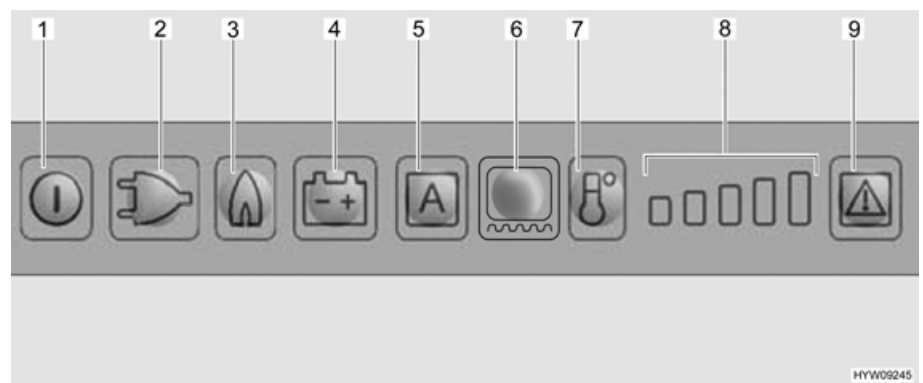

Fig. 184 Quadro comandi LED (frigorifero Dometic)
Selezionando il funzionamento a gas, il dispositivo di sicurezza si apre automaticamente, così che il gas possa fluire al bruciatore. Contemporaneamente si inserisce l'accenditore elettronico. Se la fiamma del gas si spegne, ad es. a causa di un colpo di vento, l'accenditore viene subito azionato riaccendendo il gas. In caso di guasto del funzionamento a gas, i tasti luminosi relativi a gas (Fig. 184,3) e guasto (Fig. 184,9) lampeggiano e viene emesso un segnale acustico per 20 secondi.
- Premere il tasto On/Off (Fig. 184,1) per circa 2 secondi. Il frigorifero si accende e viene visualizzato l'ultimo modalità di funzionamento selezionata.
- Premere il tasto luminoso per il tipo di funzionamento desiderato (Fig. 184,2 - 4) o la modalità automatica "AES" (Fig. 184,5) (solo per versione AES).
- Regolare la temperatura di refrigerazione con il tasto di del livello di refrigerazione (Fig. 184,7). L'indicazione del livello di refrigerazione (Fig. 184,8) mostra la regolazione sul termostato.
- Premere il tasto On/Off (Fig. 184,1) per circa 2 secondi.
Dopo l'accensione il frigorifero seleziona automaticamente la regolazione intermedia del termostato. Questa regolazione può essere modificata manualmente tramite il tasto del livello di refrigerazione (Fig. 184,7). Ci vogliono alcune ore prima che il frigorifero raggiunga la temperatura normale di esercizio. Quando si commuta a un'altra modalità di funzionamento, la regolazione sul termostato viene mantenuta.
- Accendere il riscaldamento del telaio per 2 ore: Premere una volta il tasto luminoso per il riscaldamento del telaio (Fig. 184,6). Sull'indicazione del livello di refrigerazione (Fig. 184,8) si accende una barra.
- Accendere il riscaldamento del telaio per 5 ore: Premere due volte il tasto luminoso per il riscaldamento del telaio (Fig. 184,6). Sull'indicazione del livello di refrigerazione (Fig. 184,8) si accendono due barre.
- Regolazione del riscaldamento del telaio ad esercizio continuo: Premere tre volte il tasto luminoso per il riscaldamento del telaio (Fig. 184,6). Sull'indicazione del livello di refrigerazione (Fig. 184,8) si accendono tre barre.
L'indicazione del livello di refrigerazione (Fig. 184,8) indica per alcuni secondi la durata di esercizio del riscaldamento del telaio.
In caso di guasto, il tasto luminoso Guasto (Fig. 184,9) lampeggia. Lampeggia inoltre uno dei tasti luminosi della modalità di funzionamento o l'indicazione del livello di refrigerazione. Viene emesso anche un segnale acustico. Per le note sulla visualizzazione degli errori e la loro eliminazione, vedi capitolo 15.
- ▷ Dopo aver eliminato un guasto del funzionamento a gas, premere il tasto luminoso Reset (Fig. 184,9).